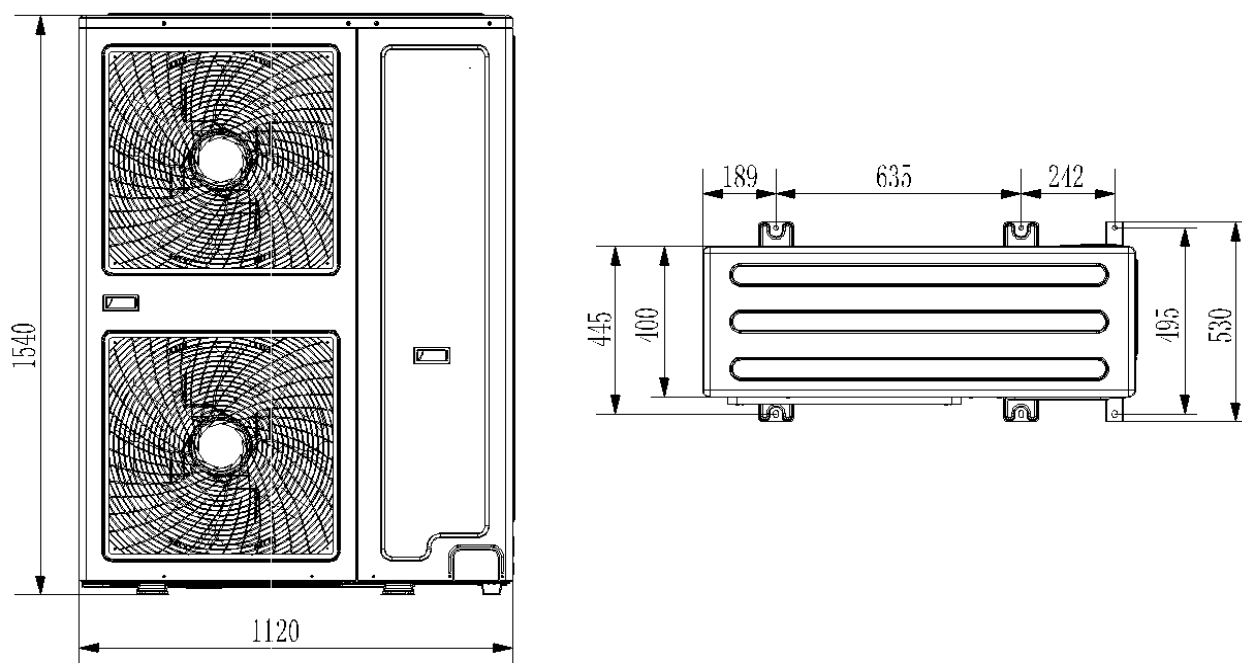

Рис.1.6
1.6.3 Модели 22.4, 26 кВт (рис.1.6)